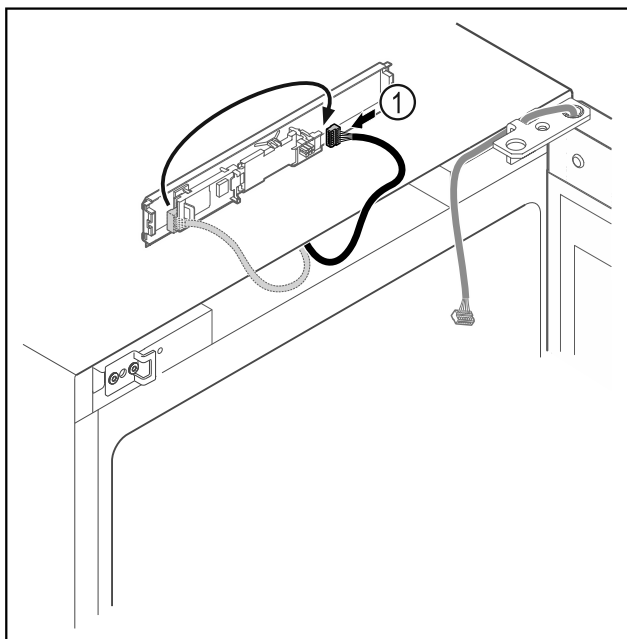

Fig. 8
- Scambiare la posizione del connettore Fig. 8 (1) sulla scheda.